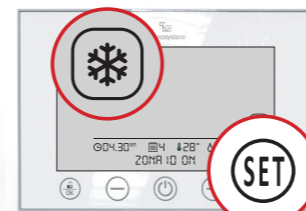

Fig. 10
**5.2 Raffrescamento** . Con crono master sbloccato, entrare in modalità setting e mediante il tasto e scegliere il simbolo e confermare con il tasto . Se il sistema prevede il protocollo di comunicazione IR ed è attivo il Telecomando IR, verificare il lampeggio del valore 23 al centro del display LCD (Fig. 10).